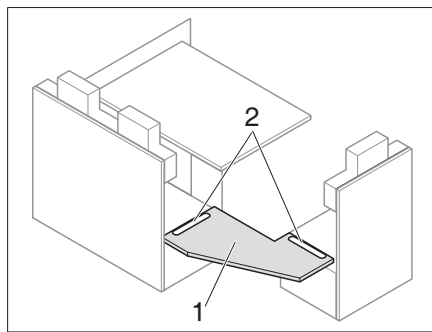
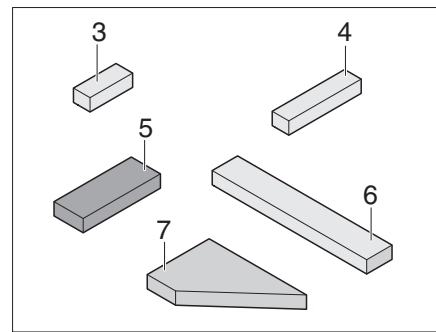
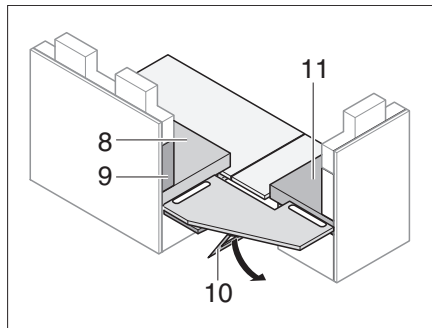
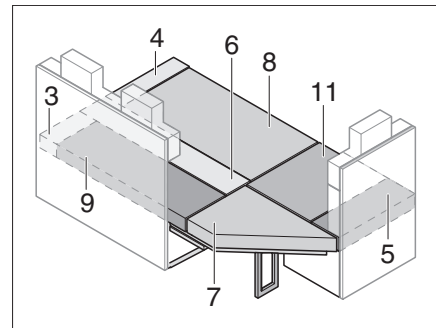

Fig. 176 Placer la plaque de renforcement
Fig. 177 Coussin supplémentaire
Fig. 178 Soutenir la plaque de renforcement
Fig. 179 Après la transformation
- Insérer la plaque de renforcement (Fig. 176,1) dans les encoches (Fig. 176,2).
- Déployer le support (Fig. 178,10) en dessous de la plaque de renforcement (Fig. 176,1).
- Placer les coussins d'assise, de dossier et les coussins supplémentaires comme montré à la Fig. 179 (les numéros de référence se rapportent à Fig. 177 et Fig. 178).
- Déployer les rallonges de la banquette (Fig. 176).